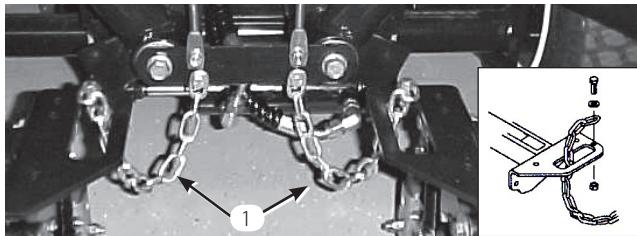

図 17
4. 各キャリア・フレームのスロットにチッパー・チェーンを下から上に通す。チッパー・チェーンをキャリア・フレームの上部に取り付ける(キャップスクリュ、ワッシャ、ロックナットを使用) (図17)。